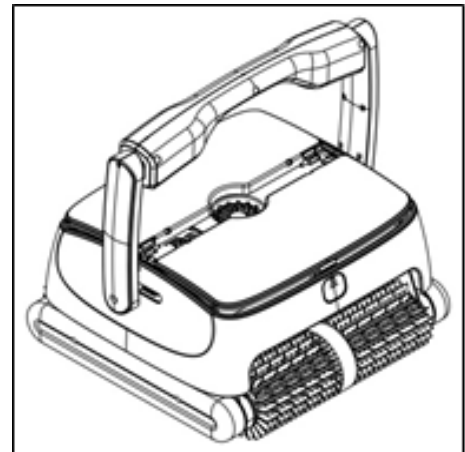

Abbildung 2
- b. Die obere Abdeckung öffnet sich automatisch (siehe Abbildung 2)